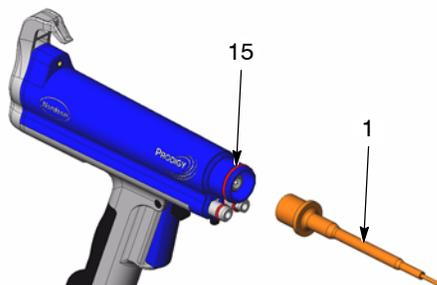

Abb. 25 Widerstandshalter abnehmen
6. Siehe Abbildung 25. Den Widerstandshalter (1) vom Spannungsvervielfacher (15) abschrauben.
4. Siehe Abbildung 25. Den Widerstandshalter auf den Spannungsvervielfacher schrauben.